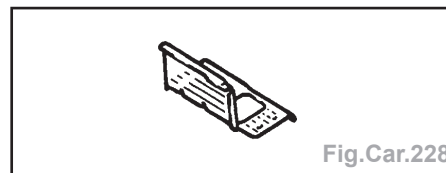

Fig.Car.228
- Pièce livrée seule (Fig.Car.228).